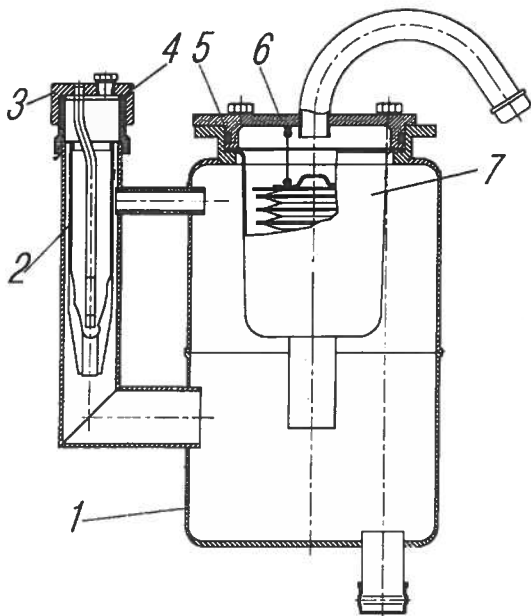

Рис. 60. Бак масляный рулевого управления:
Бак установлен отдельно от насоса. В баке имеется заливной фильтр 2 (рис. 60). Масло, возвращаясь в бак, проходит через фильтр 7. В случае засорения фильтрующих элементов открывается клапан. Уровень масла в баке должен находиться в пределах плоского участка на указателе и замеряется указателем при незавернутой пробке 3.
5. Снять крышку фильтра 6 (см.рис. 60) масляного бака, фильтр 7 и промыть фильтр.